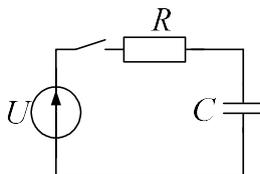

Рис. 5.1. Схема для заряда емкости
2. На рис. 5.1 показана электрическая цепь, состоящая из последовательно соединенных резистора R и конденсатора C . Конденсатор заряжается от источника с напряжением U .